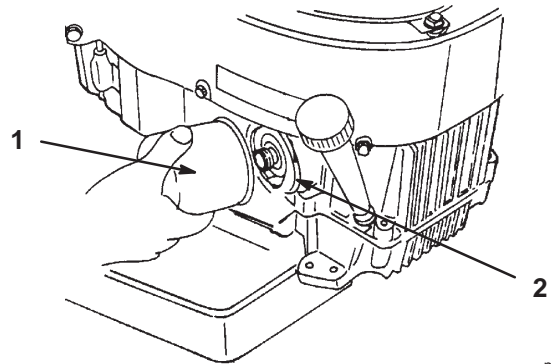

Figure 33
2. Déposez le filtre usagé (Fig. 33).
3. Appliquez une fine couche d'huile neuve sur le joint en caoutchouc du filtre de rechange (Fig. 33).
4. Posez le filtre à huile de rechange sur l'adaptateur. Tournez le filtre dans le sens horaire jusqu'à ce que le joint touche l'adaptateur, puis donnez 3/4 tour supplémentaire (Fig. 33).